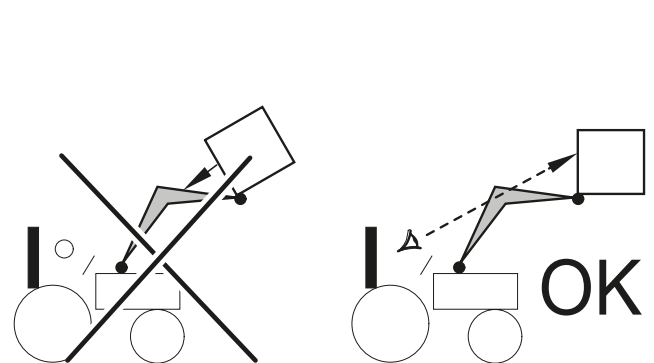

Fig. 3
- În timpul ridicării și deplasării, nu pierdeți din vedere încărcătura din momentul în care punctul de pivotare al benei (A) depășește linia punctului de pivotare al încărcătorului (B) [vezi figura 2]. Dacă este necesar, corectați poziția benei, astfel încât încărcătura să nu fie îndreptată spre conducător [vezi fig. 3].